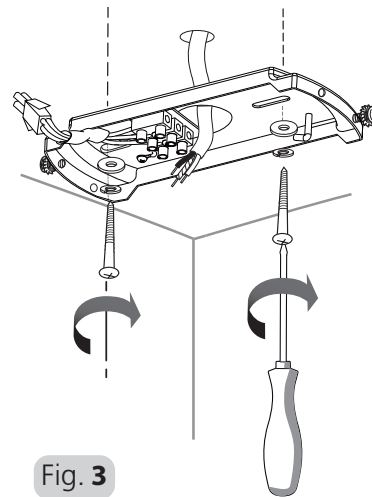

Fig. 3
4. MONTAGE DER AUFHÄNGEHALTERUNG: Suchen und markieren Sie die Mitte des Balkens. Führen Sie die Kabel für die Stromversorgung durch das Loch in der Halterung und befestigen Sie die Halterung mit den Unterlegscheiben, Federscheiben und Holzschrauben am Deckenbalken. Siehe Abb. 3
4. INSTALLING THE HANGING BRACKET: Locate and mark the center of the joist. Pass the supply wires throught the hole in the bracket. Secure the bracket to the ceiling joist by using the flat washers, spring washers and fixing screws. Refer to Fig. 3
4. INSTALLATION DU SUPPORT DE SUSPENSION : Repérez et marquez le centre de la solive. Passez les câbles d'alimentation à travers le trou du support. Fixez le support à la solive de plafond à l'aide des rondelles plates, des rondelles élastiques et des vis en bois. Voir Figure 3.
4. **MONTAGE VAN DE OPHANGBEUGEL:** Bepaal en markeer het midden van de draagbalk en leid de voedingsdraden door het gat in de beugel. Zet de beugel vast aan de plafondbalk met behulp van de vlakke sluitringen, de veerringen en de houtschroeven. Zie Fig. 3
4. **INSTALAÇÃO DO SUPORTE DE SUSPENSÃO:** Localize e marque o centro da viga. Passe os fios de alimentação pelo furo no suporte. Prenda o suporte à viga do teto utilizando as anilhas planas, anilhas de mola e parafusos de madeira. Consulte a Fig. 3